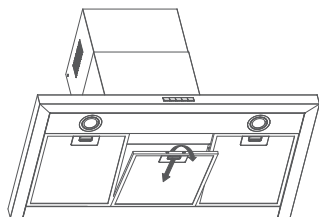

Рис. 11
- Извлеките фильтры, как показано на Рис. 11.